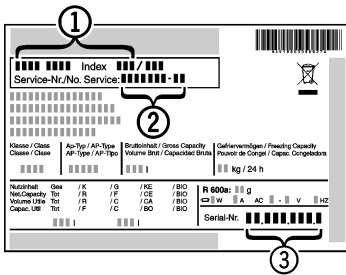

Fig. 7
- Denominación del aparato Fig. 7 (1), nº del servicio técnico Fig. 7 (2) y nº de serie Fig. 7 (3) en la placa de identificación. La placa de identificación se encuentra en la parte interior izquierda del aparato.
- Informe al servicio postventa e indique el fallo, la denominación del aparato Fig. 7 (1), el nº del servicio técnico Fig. 7 (2) y el nº de serie Fig. 7 (3) .